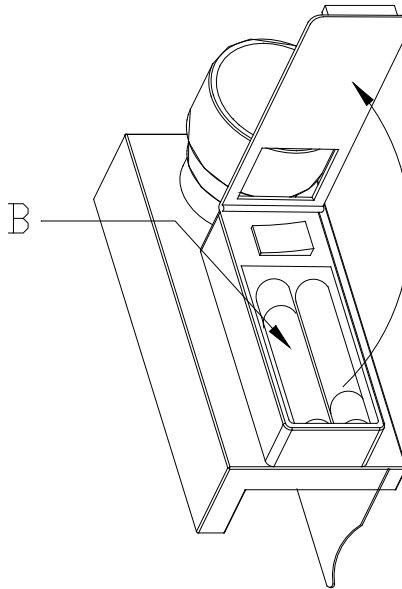

Figura 2
La marca de alineación AY-OS-LSR se alimenta a través de dos pilas de 1,5 V. Utilice únicamente pilas alcalinas. Abra la tapa del compartimento para pilas e inserte las pilas (B). (Véase la figura 2).